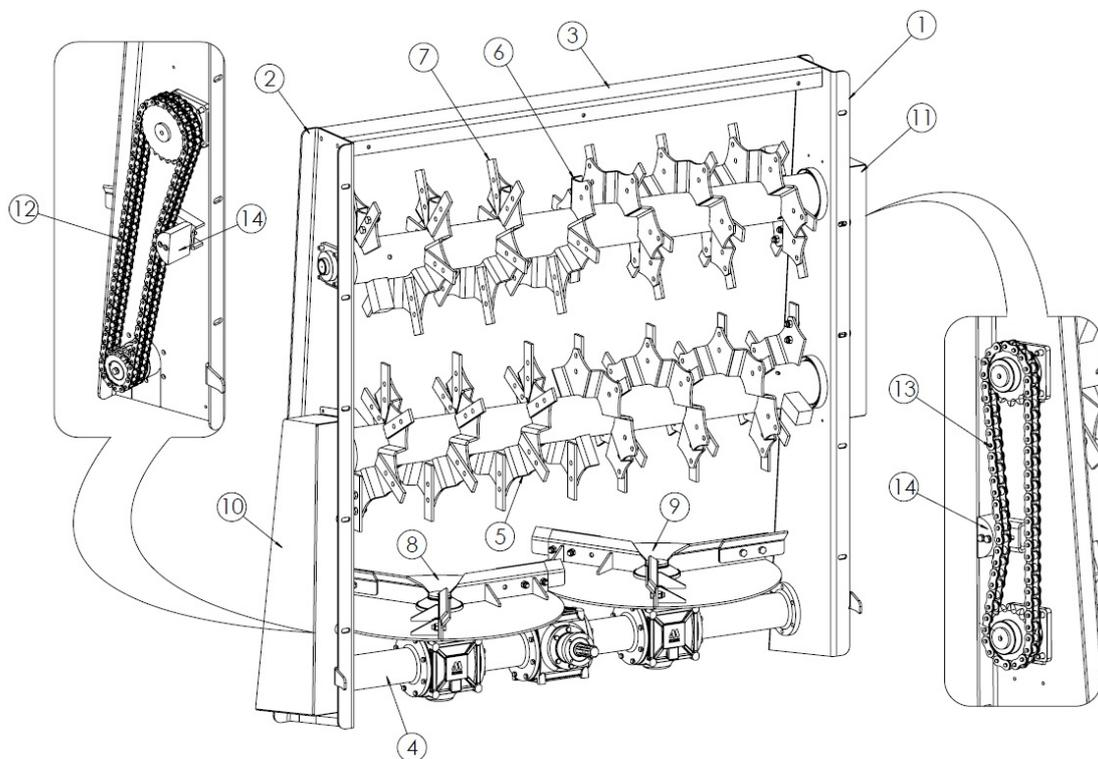

Abbildung 7. Horizontaler Scheibenadapter mit 2 Rotoren
Der horizontale Scheibenadapter mit 2 Rotoren (Abbildung 7) besteht aus einem linken Seitenträger (1), einem rechten Träger (2) und einem oberen Träger (3), die den Adapterrahmen bilden. Im unteren Teil befindet sich ein Getriebe (4), an dem die vertikalen Streuscheiben (5), (6) montiert sind. Die Hauptarbeitswerkzeuge sind die austauschbaren Messer (7), die an die horizontalen Rotoren (8), (9) angebracht sind. Die drehenden Rotoren zerkleinern das zugeführte Material, das durch die Adapterabdeckung auf die Streuscheiben zugeführt wird. Die rotierenden Scheiben werfen das zerkleinerte Material nach hinten und seitlich aus. Die Übertragung des Antriebes vom Getriebe (4) auf die horizontalen Rotoren (5), (6) erfolgt durch die Kettengetriebe, die sich unter den Schutzeinrichtungen (10), (11) befinden. Antrieb vom Getriebe zur Welle der unteren Kette 16B2 (12). Der Antrieb vom unteren Rotor zum oberen Rotor wird über eine Kette 20B1 (13) übertragen. Die Ketten werden mit Spannvorrichtungen (14) gespannt.